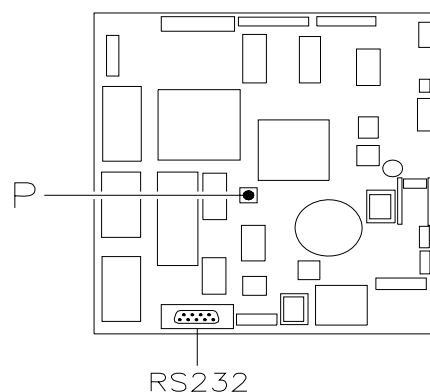

FIG. 3
- Si en la pantalla aparece "MEMORY CLEARED" apretar el pulsador situado en la tarjeta principal dentro de la caja recaudadora (véase fig. 3) para inicializar la memoria. En la pantalla aparece el mensaje "PUERTA ABIERTA DISTRIBUIDOR EN MANTENIMIENTO". El distribuidor automático empezará automáticamente un autotest. Si no se identifica ningún error la columna se desplazará a la posición de inicio y la máquina estará lista para el uso.